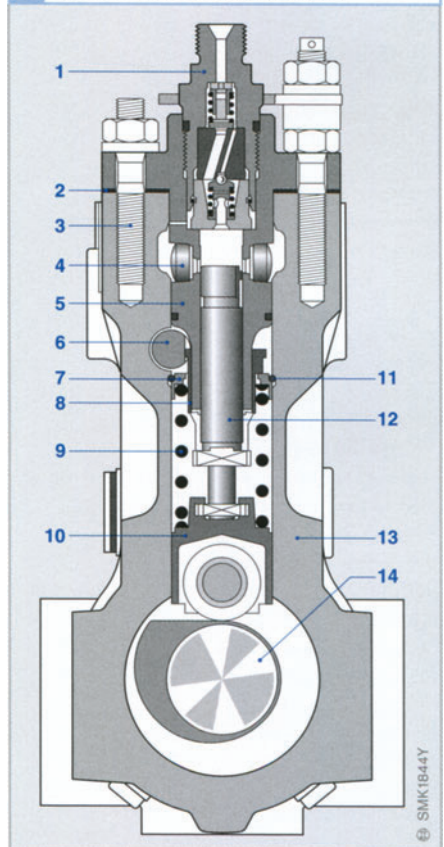

Bild 12
Das geschlossene Leichtmetallgehäuse (Bild 12, Pos. 13) nimmt die von oben eingesteckten Flanschelemente auf. Diese bestehen aus dem Pumpenzylinder (5), dem Gleichdruckventil und dem Pumpenkolben (12). Schraubbolzen (3) halten sie in ihrer Position. Ein Druckventilhalter (1) dichtet die Gleichdruckventile ab. Dadurch ist das Gehäuse nicht durch die Dichtkräfte belastet. Direkt in die Pumpenzylinder sind Prallschutzschrauben (4) eingebaut, die das Gehäuse vor Beschädigungen durch den energiereichen Absteuerstrahl beim Förderende schützen. Auf der Regelhülse (8) befinden sich zwei Lenker mit schmalen zylindrischen Endstücken, die in entsprechende Schlitze der Regelstange (6) eingreifen.